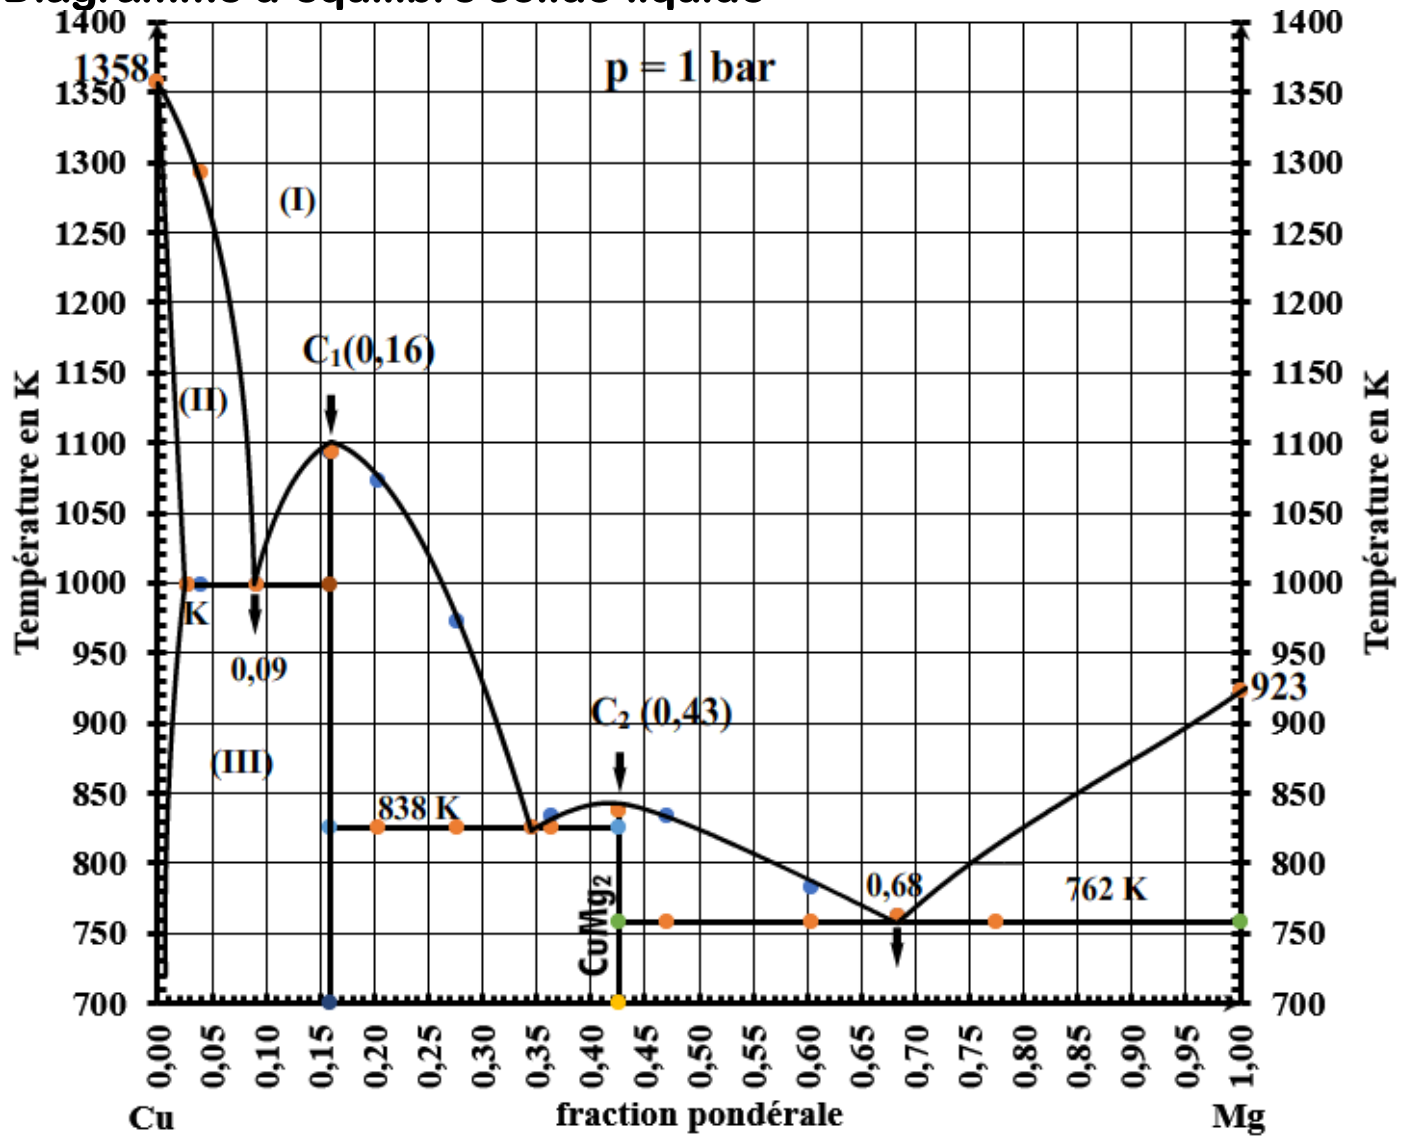

FIGURE 1
Le diagramme de cristallisation du binaire cuivre (Cu) – magnésium (Mg), sous une pression de 1 bar, donné sur la figure 1 du document annexe, montre l'existence de deux composés définis.
5) Donner la nature des phases dans les domaines numérotés de (I) à (III) sur la figure 1.